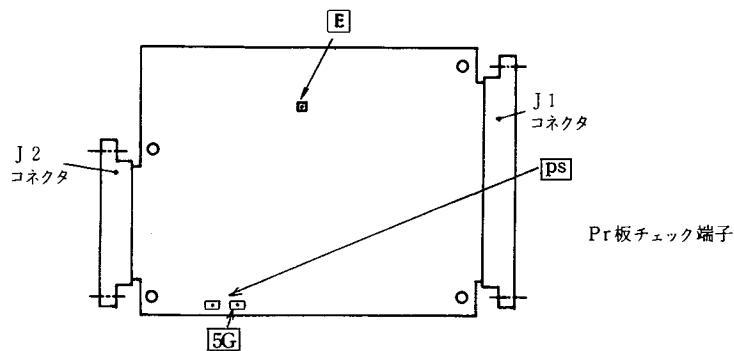

Fig 13. チェック端子配置図
- (a) 波形チェック — テープリーダを最高速度にて正逆どちらかに走らせて、二現象シンクロスコープにて、Pr 板のチェック端子 **E** と **P.S** を同期をとり観察して下さい。チェック端子位置は Fig.13 による。
Waveform Inspection: Operate the tape reader at the the maximum speed in either forward or reverse direction. Observe the waveforms which are obtained by synchronizing signals from check terminals E and PS of the printed circuit board on the dual trace synchroscope. Refer to Fig. 13 below for the positions of check terminals.